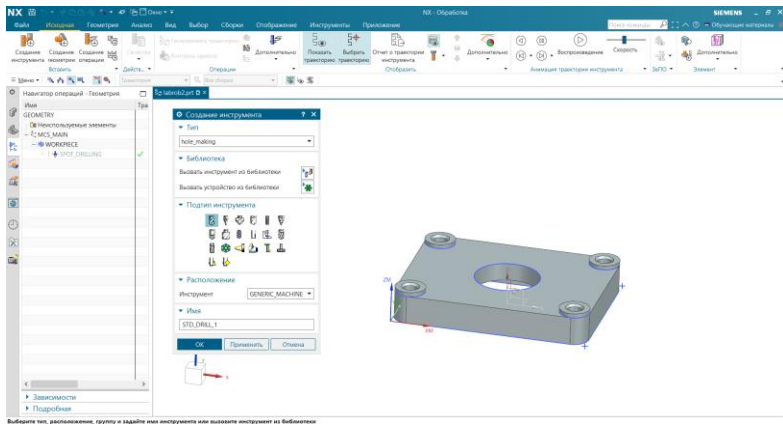
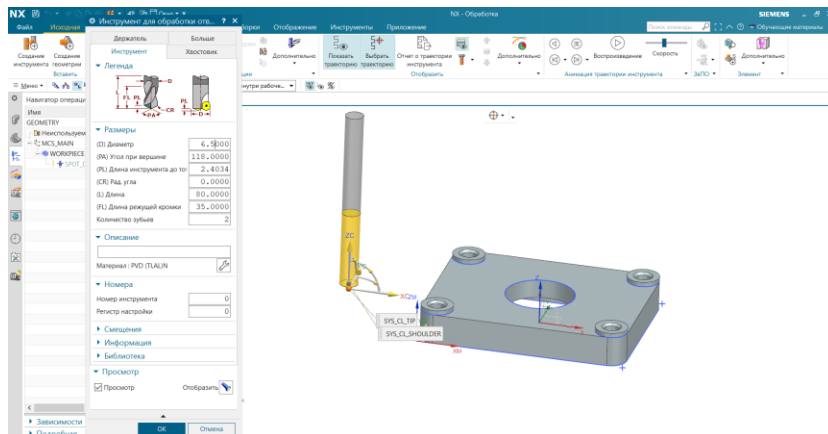

Рисунок 2.15 – Діалогове вікно «Создание инструмента»
Рисунок 2.16 – Діалогове вікно «Інструмент»
9) Задайте різальний інструмент, використовуючи команду «Создать инструмент» (рис. 2.15. З'явиться діалогове вікно (рис. 2.16). Інструменти згруповані по типах. Тип hole making нас влаштує. Підтип вказуємо std drill. В якості місця розташування вкажіть GENERIC\_MACHINE, задайте ім'я std drillD6.5. Натисніть ОК.
Задайте діаметр 6,5 мм (рис. 2.16). Інші параметри залишимо за умовчанням.